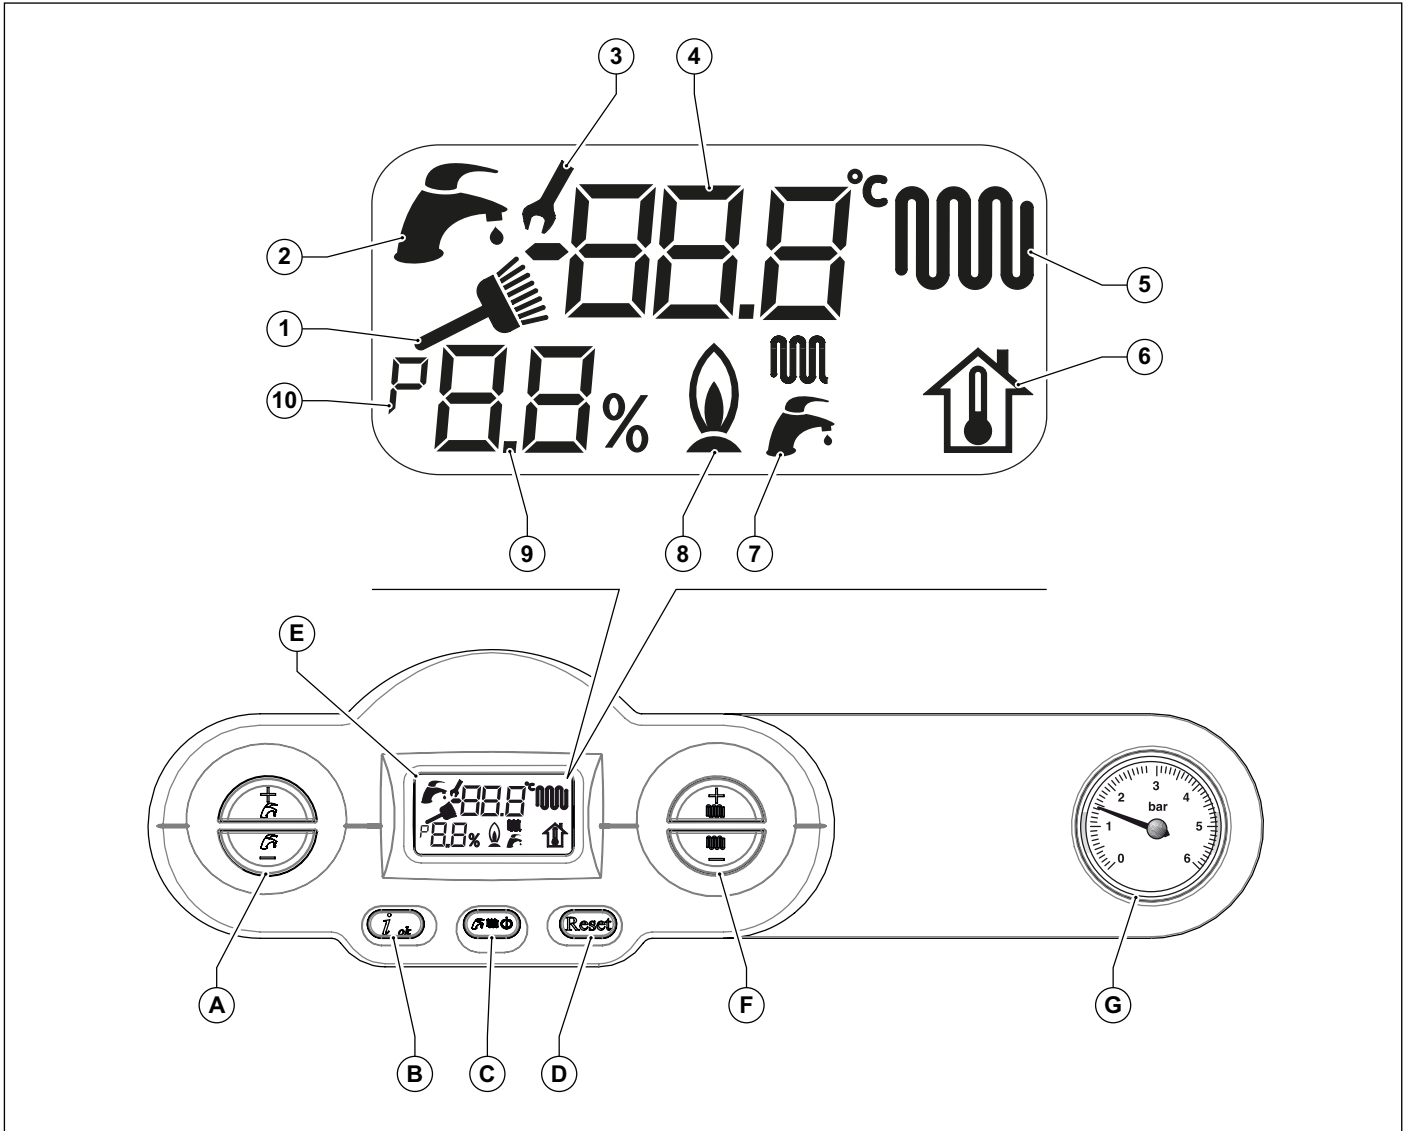

图1 控制面板
- 选择壁挂炉的工作模式：待机/夏天/冬天/仅供暖（参见按键（C）图 1 控制面板 参见 8）。